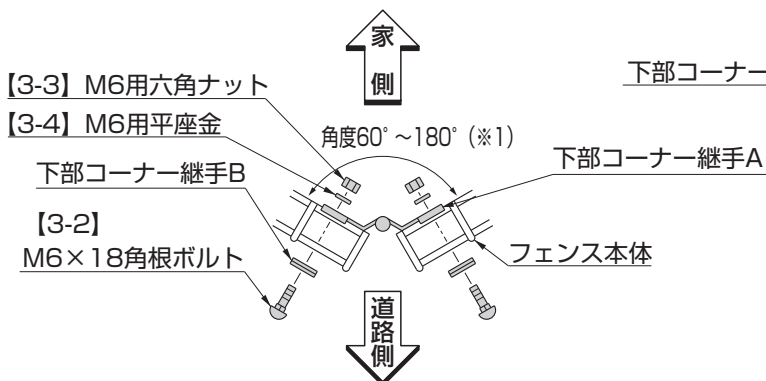

図3-2 出隅施工
⑥ 各コーナー継手は、出隅、入隅で表裏を入れ替えて取付けてください。(図3-2、図3-3参照)
- ①フェンスを途中で切断する場合は、縦線材より5mm以上横線材を残して切断し、必ず小口キャップを取付けてください。